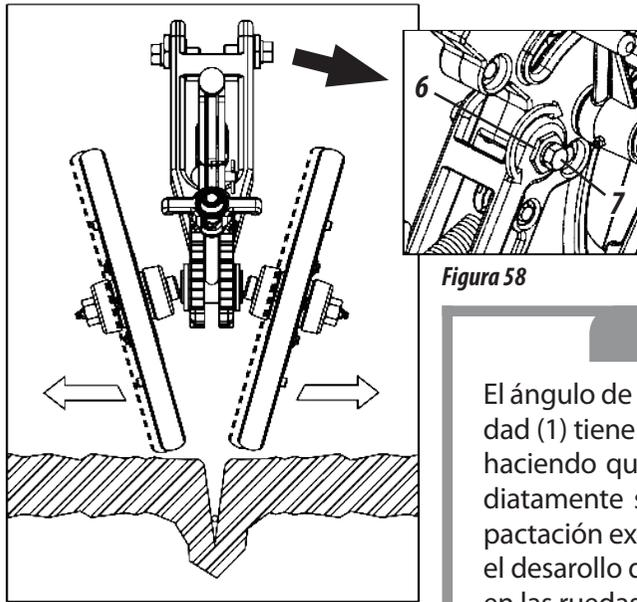

Figura 58
- 1- Afloje los tornillos (7), gire dichos bujes (6), con una llave para accionar las ruedas y alinearlas con la ranura, colocando más o menos suelo lateralmente a la semilla, **conforme se muestra en la figura 58.**